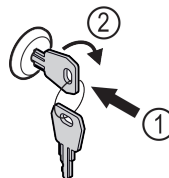

Fig. 152 Przykładowa prezentacja
- ▶ Włożyć kluczyk Fig. 152 (1).
- ▶ Przekręcić kluczyk o 90° w prawo Fig. 152 (2).